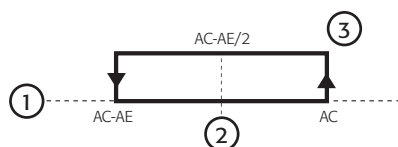

Fig. 4.l
- indica il superamento del limite tra Ac e AE (derivato dal calcolo:  $Ac - AE/2$ , vedi Fig. 4.l);
- indica il superamento del set point di temperatura Ac (vedi Fig. 4.l);